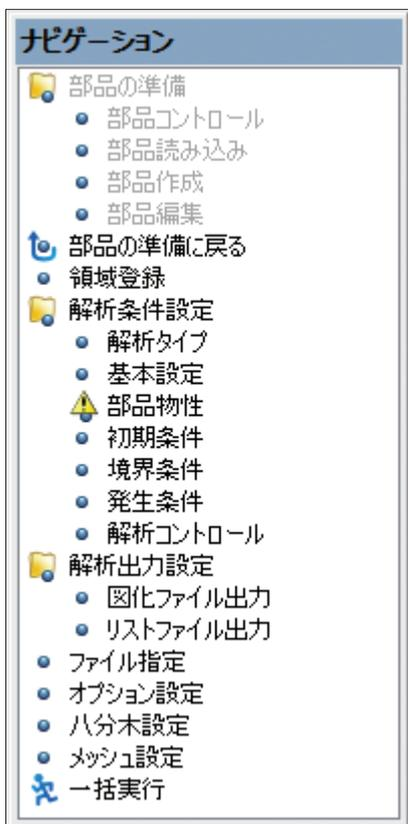

図3 ナビゲーションウィンドウ
(4) プリプロセッサ全体としては、目標であった部品読み込みからメッシュ作成まで一貫性のあるインターフェースを実現しています。すべての工程をナビゲーション（図3）という形でまとめてありますので、全体の流れを把握して迷わずに操作ができるようになっています。